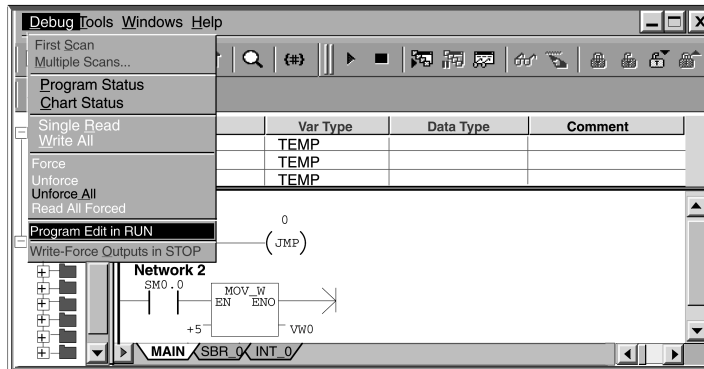

图 4-22 用 FBD 显示程序状态
1. 选择 **Debug>Program Edit in RUN**。(见图 4-22)